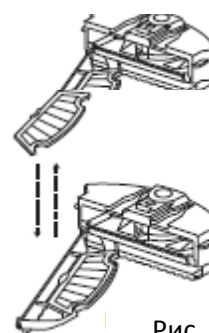

Рис. 7
5. Чтобы заменить фильтр, одной рукой нажмите на полукруглую скобку, чтобы отсоединить зажим от фильтрующей сетки, другой рукой извлеките фильтрующую сетку, а затем вставьте новый. (См. рис. 7)